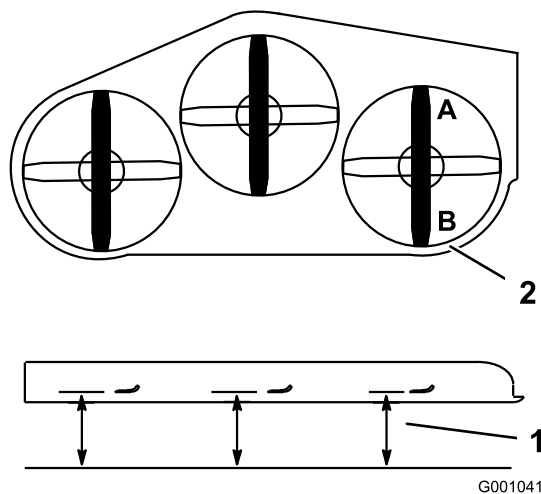

Figura 105
- Posicione a lâmina **direita** da parte dianteira para a traseira (Figura 105).
- Meça a lâmina direita no local **A**, de uma superfície nivelada à extremidade de corte da ponta da lâmina (Figura 105).
- Meça a lâmina direita no local **B**, de uma superfície plana à extremidade de corte da ponta da lâmina (Figura 105).
- A lâmina do cortador deve estar 6 a 10 mm mais baixa na posição **A** do que na posição **B** (Figura 105). Caso isto não esteja correto, avance para os passos abaixo.